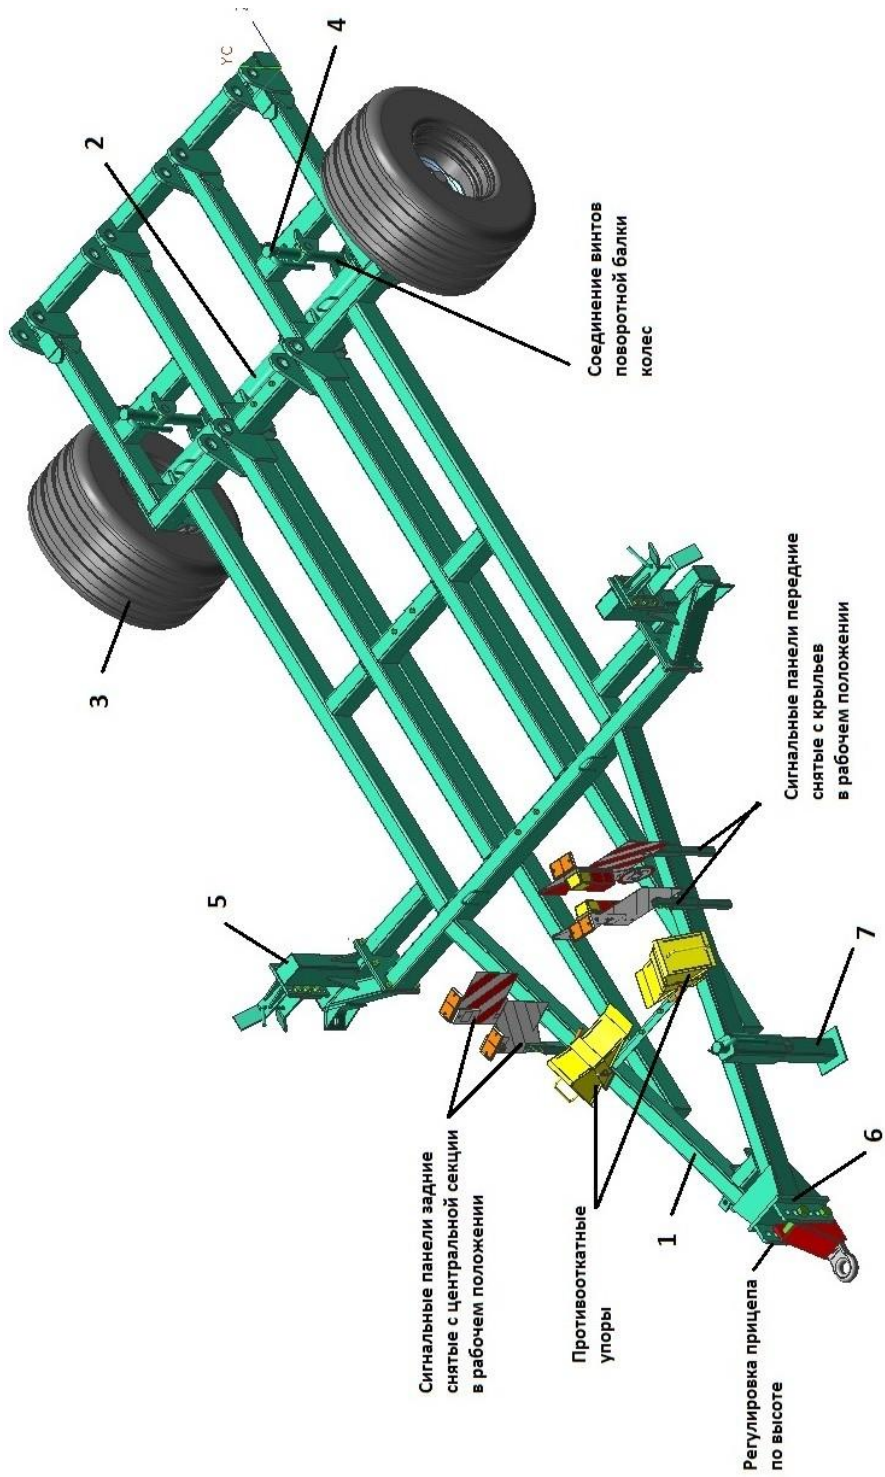

Рисунок 3 – Транспортная тележка
3.3 Транспортная тележка (рисунок 3) предназначена для передвижения культиватора при транспортировке. Состоит из рамы 1, поворотной балки 2 с ходовыми колёсами 3 и регулировочными винтами 4, регулируемых по высоте кронштейнов фиксации крыльев в транспортном положении 5, регулируемого по высоте прицепа 6, опоры с винтовой регулировкой 7.
- соединить поворотную балку с регулировочными винтами (рис.3);
- соединить культиватор с трактором, переставляя прицеп на требуемое отверстие (рис. 3).
- снять передние сигнальные панели с крыльев культиватора и установить в кронштейны транспортной тележки (рисунок 3);
- снять задние сигнальные панели с центральной секции, разъединить вилку с розеткой, и установить их в кронштейны транспортной тележки (рисунок 3);
!Во избежание повышенной нагрузки на копирующие колёса центральной секции транспортная тележка должна катиться на своих ходовых колёсах. Это достигается регулировочными винтами поворотной балки (рис.3)!